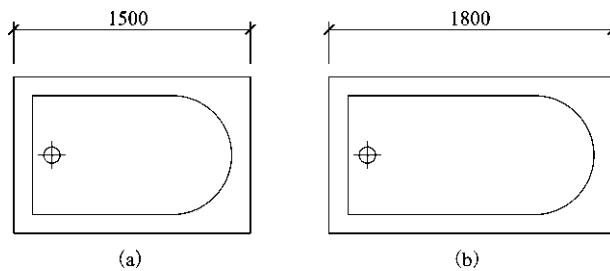

图 1-46 浴盆的拉伸
【实例 1-21】 利用拉伸命令将长度为 1500 mm 的浴盆拉伸至 1800 mm，如图 1-46 所示。
①绘制如图 1-46(a)所示浴盆。
②执行【拉伸/S】命令，浴盆向右拉伸 300 mm，完成后如图 1-46(b)所示。